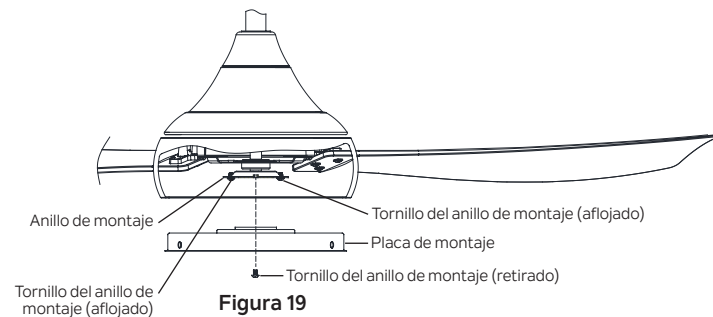

Figura 19
**Paso 1.** Afloje dos de los tornillos del anillo de montaje fijado al eje del motor y retire y guarde el tercer tornillo. **(Figura 19)**
**Paso 2.** Coloque los orificios de la llave en la placa de montaje sobre los dos tornillos previamente aflojados del anillo de montaje, gire la placa de montaje (en el sentido de las agujas del reloj) hasta que se trabe en su lugar con las secciones estrechas de los orificios de la llave. **(Figura 19)**
Vuelva a colocar el tercer tornillo del anillo de montaje que se retiró previamente y apriete los 3 tornillos del anillo de montaje para asegurarse. **(Figura 19)**